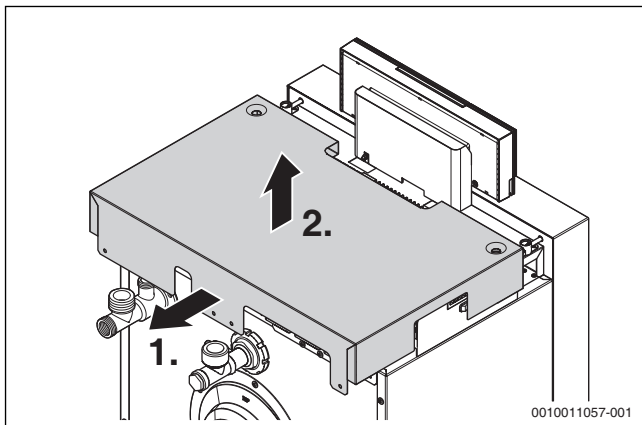

Bild 18 Kesselhaube abnehmen
- Kesselhaube 2-3 cm nach hinten ziehen (→ Bild 18) und nach oben abnehmen. Dabei die vordere seitliche Umkantung leicht nach außen ziehen.